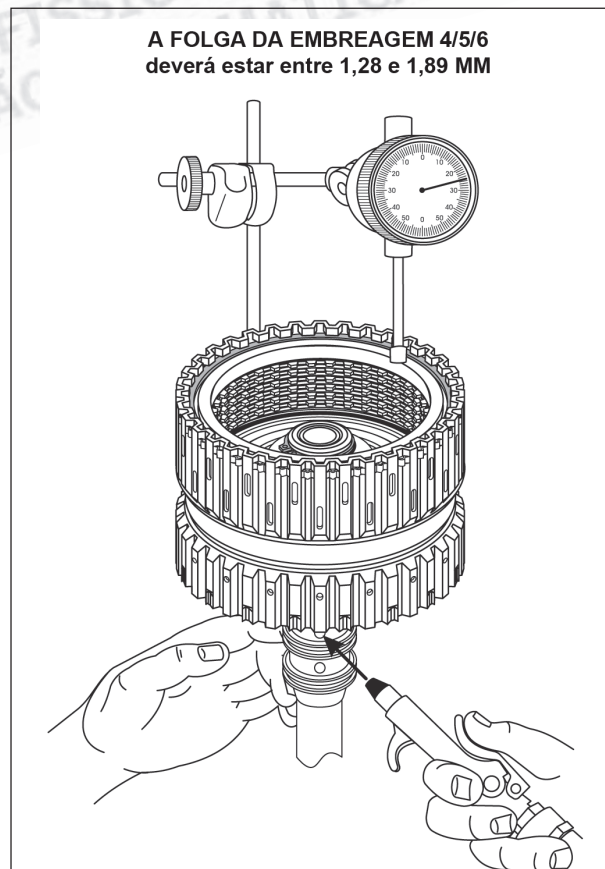

Figura 79
15. Instale e zere o relógio comparador na carcaça da embreagem 4/5/6, conforme mostra a figura 79.
16. Enquanto que com um dedo se bloqueia a passagem superior de fluido no eixo da turbina, aplique ar comprimido ao furo oposto e observe a leitura do relógio comparador conforme indica a figura 79.